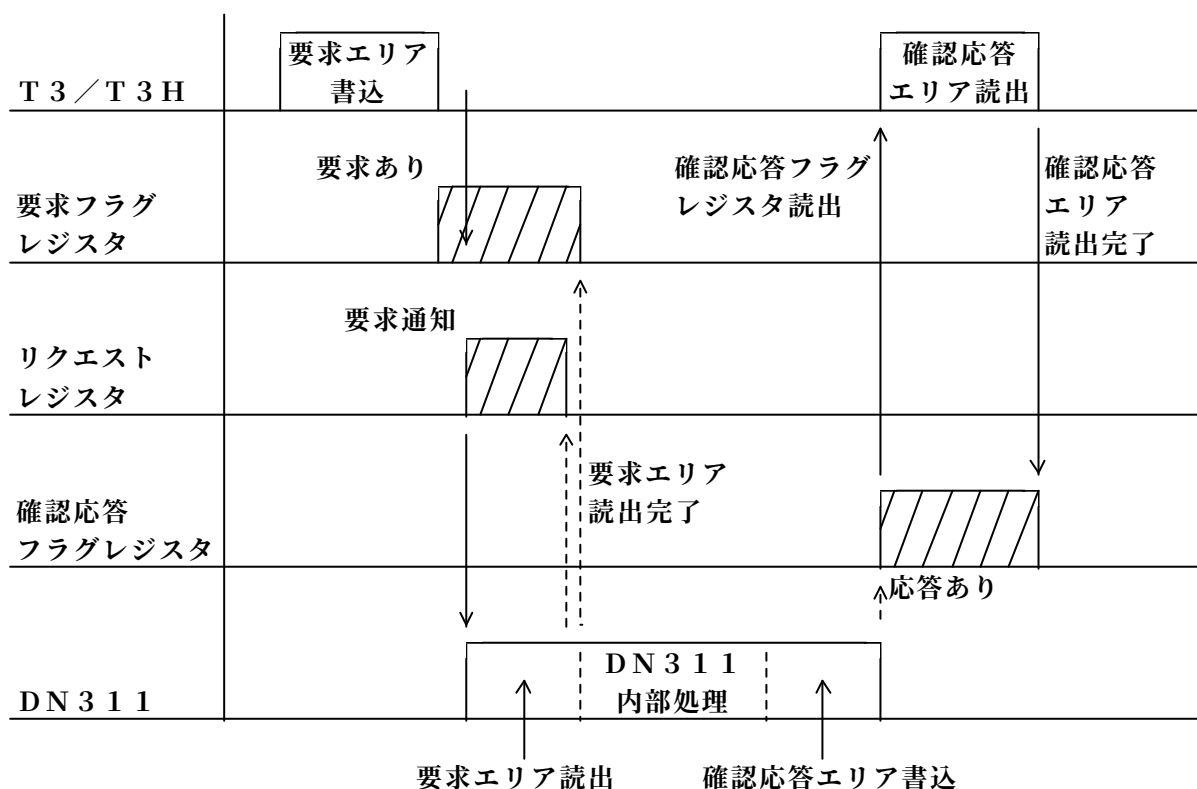

図4. 10 各種要求時のセマフォ使用方法
1) ～5) で説明した各種エリア／レジスタの使用方法を図4. 10に示します。図中の斜線部は、各レジスタが「1」の状態を示します。